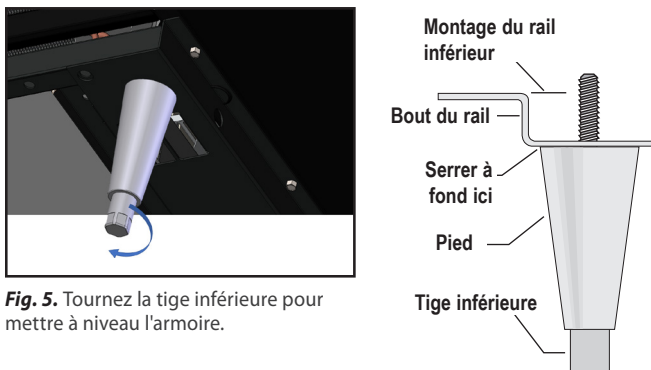

Fig. 5. Tournez la tige inférieure pour mettre à niveau l'armoire.
3. Si l'armoire n'est pas de niveau, soulevez la doucement et insérez un support sous la base. À l'aide d'une clé à molette, vissez la tige inférieure vers le haut ou le bas pour que l'armoire soit de niveau et bien assise (voir Fig. 3). Voir Fig. 5.